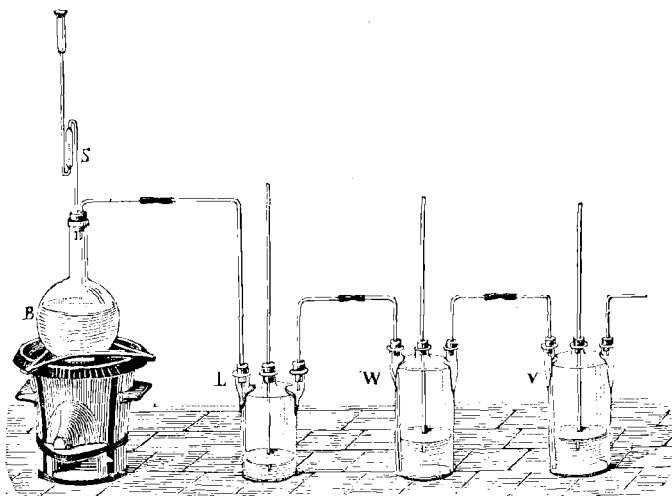

Fig. 24. Préparation de l'acide chlorhydrique.
**Préparation.** — PRÉPARATION DE LABORATOIRE. — Dans les laboratoires, on l'obtient en chauffant dans un ballon de l'acide sulfurique et du sel de cuisine ou chlorure de sodium. Il se forme du sulfate de soude qui reste dans le ballon et de l'acide chlorhydrique gazeux, qu'on recueille sur la cuve à mercure, si on veut l'avoir pur ou dans une série de Woolf (fig. 24) si on vise la dissolution.